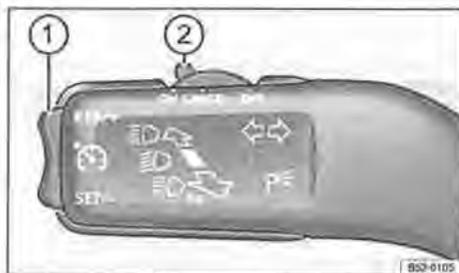

Fig. 80 Interruttori e tasti del GRA sul lato sinistro del piantone dello sterzo
— Mettere l'interruttore → fig. 80 ② nella posizione **ON**.
— Premere il tasto → fig. 80 ① nel settore **SET/−** durante la guida.
Utilizzando il tasto → fig. 80 ③, è possibile impostare la velocità memorizzata mentre il GRA è attivo:
Per modificare in modo continuo la velocità memorizzata, tenere premuto il tasto → fig. 80 ④. Il veicolo adegua la velocità accelerando o decelerando. Il veicolo non frena attivamente.
— Mettere l'interruttore → fig. 80 ② nella posizione **CANCEL** o premere il pedale del freno.
- Premere il tasto → fig. 80 ① nel settore **RES/+**.
- Mettere l'interruttore → fig. 80 ② nella posizione **OFF**.